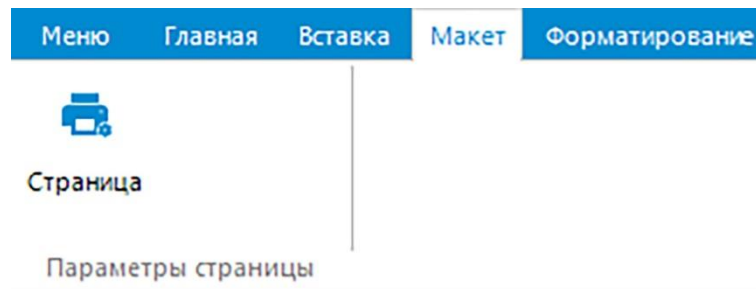

Рисунок 271
- 1) На панели **Макет** нажмите на кнопку **Страница** (рисунок 271).